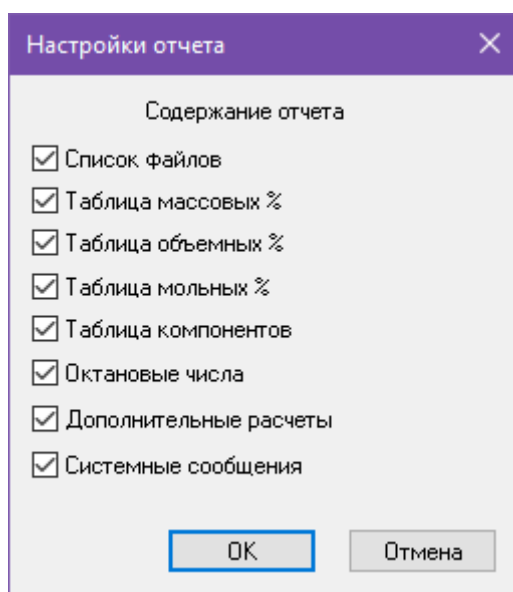

Рис. 6. Окно «Настройки отчёта»
1. В основном окне нажмите **Настройки отчёта**. Откроется окно *Настройки отчёта* (Рис. 6).